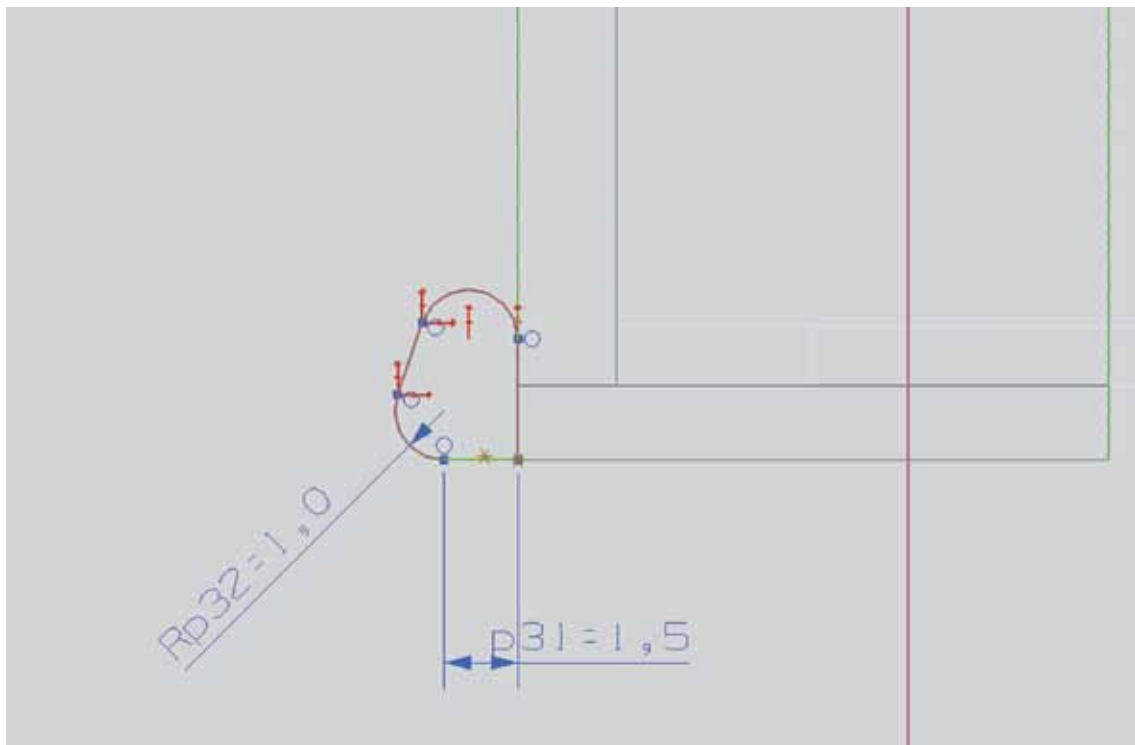

Рисунок 4.19
- Воспользуйтесь командой «Вращение» и постройте эскиз в только что созданной плоскости согласно рис. 4.19. Нажмите «Закончить эскиз» и установите настройки в окне, как показано на рисунке. Нажмите ОК.